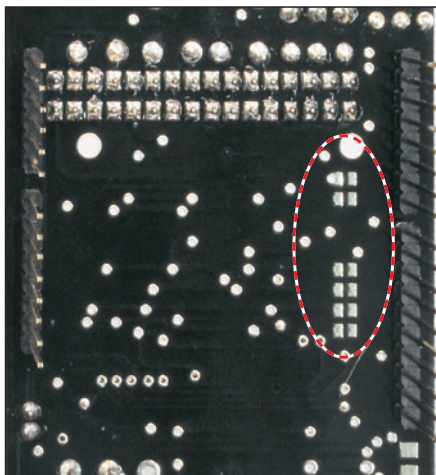

Fig. 2 - Dettaglio delle piste dei segnali di controllo del SIM900, con la possibilità di portarli in ingresso ad Arduino tramite una semplice saldatura.
Sempre per preservare la massima flessibilità e personalizzazione, si è predisposta la scheda con delle piazzole da saldare sul retro (Fig. 2), che consentono di andare a effettuare i collegamenti per portare in ingresso alle porte digitali dell'Arduino, i segnali di controllo del flusso dati (CTS, RTS) o segnali di alert per chiamate in arrivo o SMS non letto (RI). È possibile dunque disabilitare questi collegamenti andando così a risparmiare la quantità di ingressi o uscite utilizzati, avendo sempre la possibilità, eventualmente, di sfruttarli come meglio si crede con la realizzazione di un ponticello.